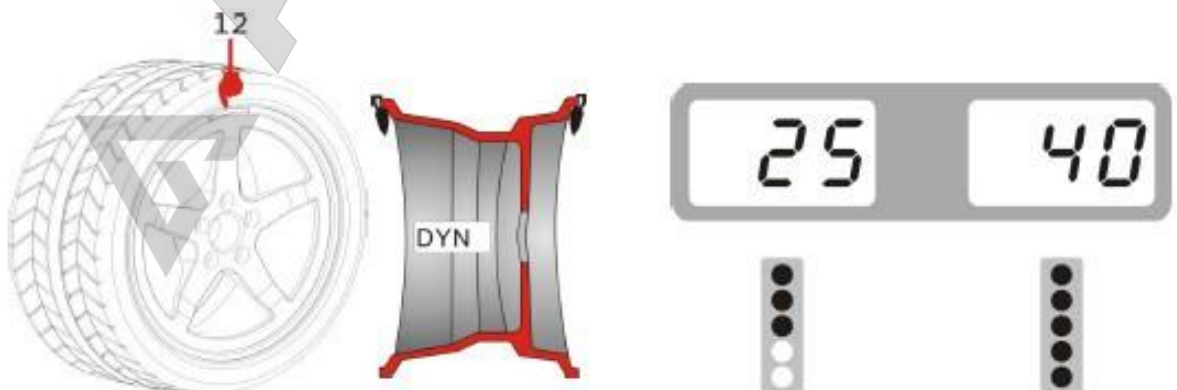

Рис. 2
- С помощью измерительной рейки измерьте значение ширины обода (рис. 2), нажмите **b+** и **b-**, чтобы установить значение «b».